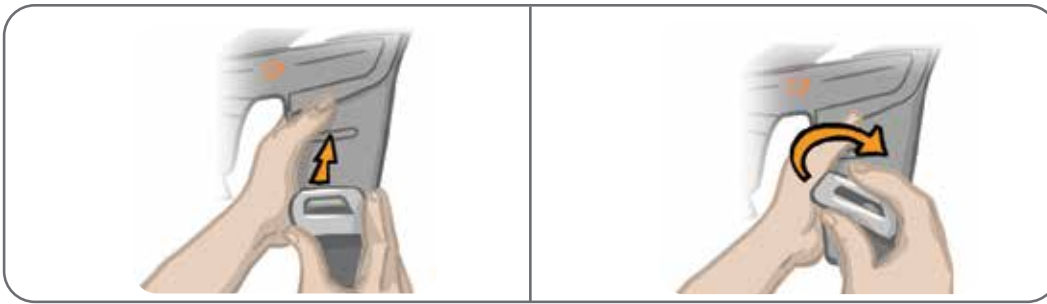

Bild 11-13: Sätta tillbaka låremmarna
2. Tryck på remspännet med tummarna mot remmen (i riktning bort från lårmanschetten). Se bild 11-13. Remspännet klickar in i haken på lårmanschettens panel.